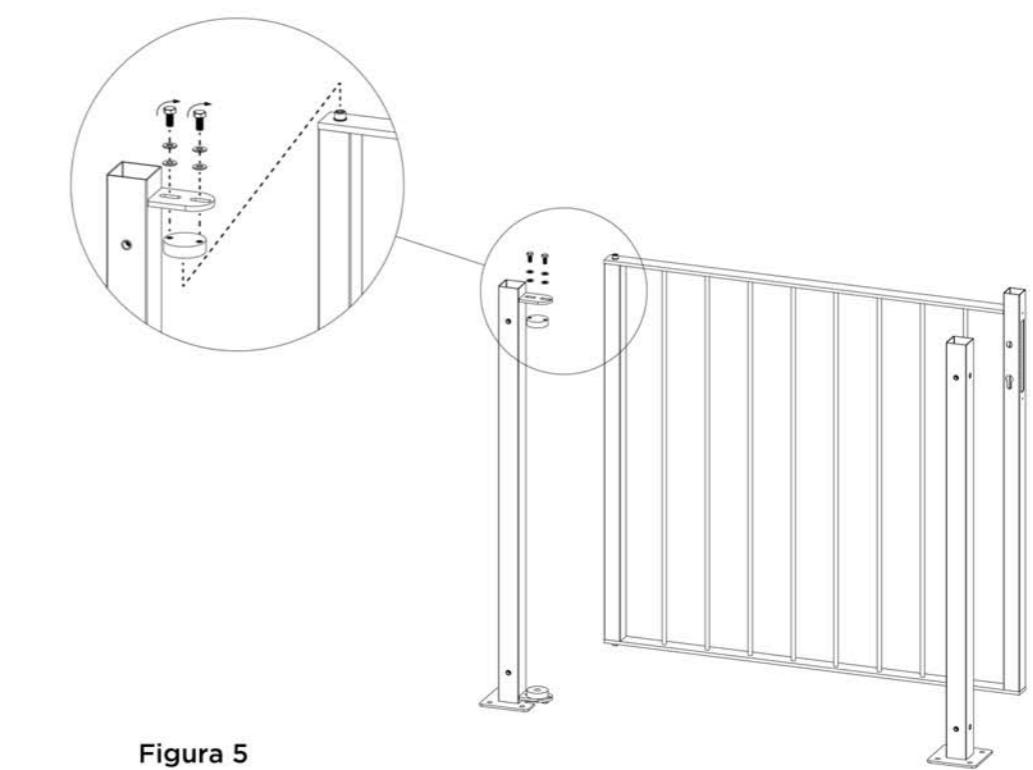

Figura 5
Paso 5: Colocar la hoja sobre el disco inferior, montar el disco superior (SUM0109) y fijarlo, sin apretar los tornillos. Ver figura 5.